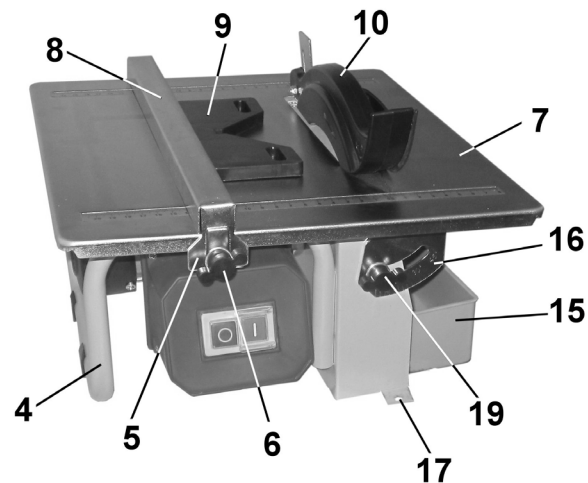
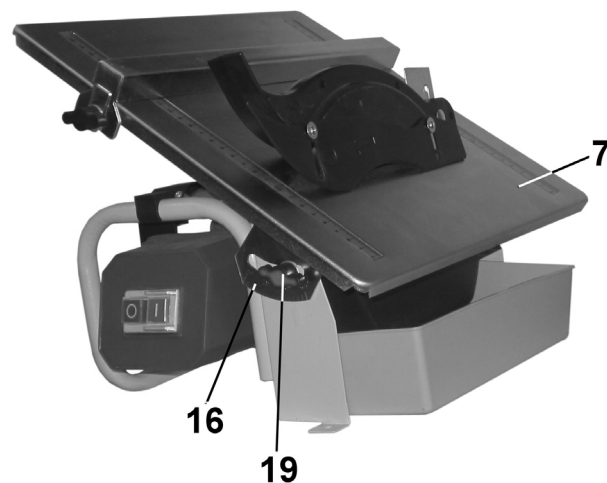

Рис. 3
Рис. 4
9.1. Как показано на Рис.3, используя два винта крепления (6) на направляющей планке (8), установите с обеих сторон прижимные планки (5). Установите направляющую планку (8) и зафиксируйте двумя винтами крепления (6) положение планки (8) за отбортовку рабочего стола (7).
10.1. Регулировка угла резания (Рис. 4)
- 10.1.2. Ослабьте крепление двух винтов фиксации (19), Рис.3, Рис.4.
- 10.1.3. Как показано на Рис.4, переведите рабочий стол (7) в наклонное положение, совместив показание на шкале наклона (16) и указателе на предполагаемый угол резания. Закрепите положение двумя винтами фиксации (19). Для более точной установки угла наклона рабочего стола (7) пользуйтесь угломером, шаблоном или образцом.
10.2. Регулировка резания в размер (Рис. 3)